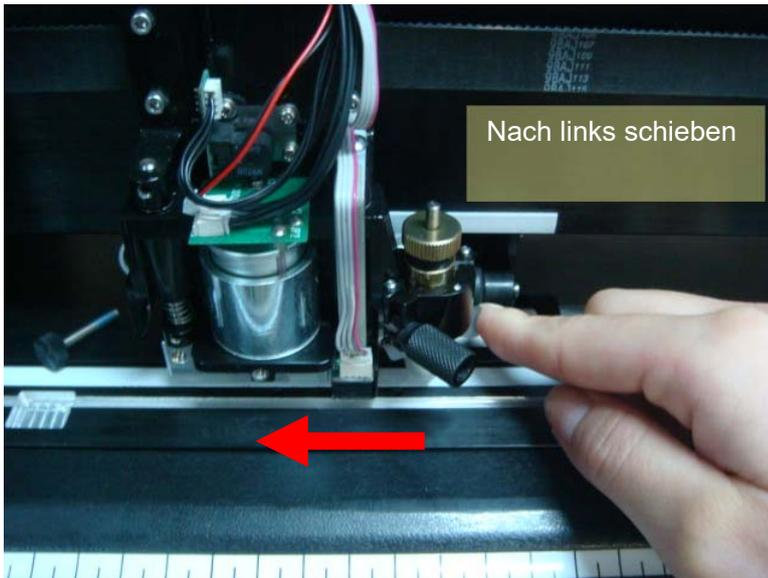

Abbildung 2-50
Schritt 9 Montieren Sie die Schneideeinheit wieder am Werkzeugschlitten, indem Sie die Metallplatte auf der rechten Seite drücken, während Sie die Schneideeinheit nach oben schieben (Abbildung 2-50 und 2-51) und die Schraube anbringen (Abbildung 2-52).